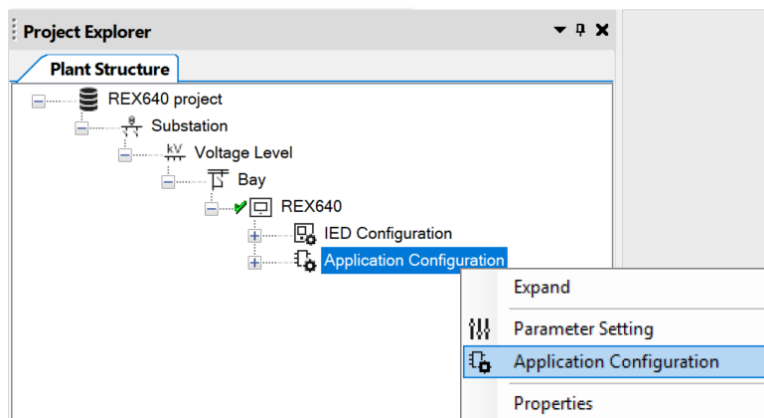

Imagen 205_ Selección configuración de la aplicación.
4.1.1 Para esta parte se realizará se activarán las protecciones. Como primer paso desde la ventana de “Project Explorer” dando clic derecho en “Application Configuration” y por último seleccionamos “Application Configuration” como se muestra en la **Imagen 205**.